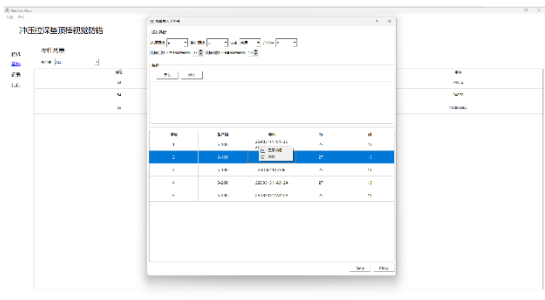

图 2.6.2 批量解析结果
- d) 解析成功结果显示在下方表格中，如图 2.6.2 所示。选中并右击表格中行，弹出菜单栏，用于显示或删除解析信息，具体操作与 2.3 章节中 (c) (d) (e) 项相似。